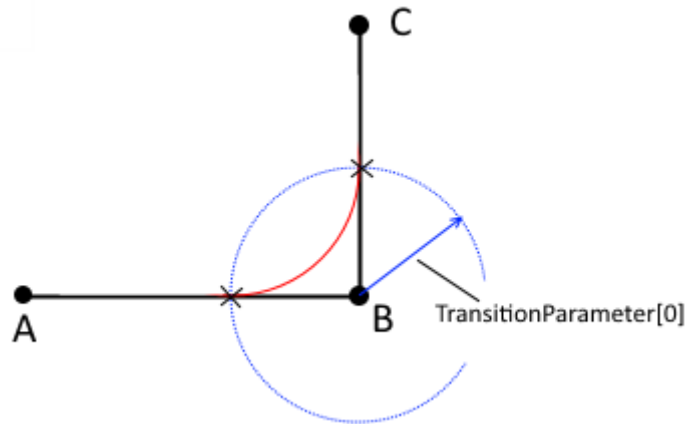

图 7.4 拐角过渡模式
1) 基于位置的拐角规划模式。在这个模式下，TransitionParameter[0]是实际交汇点的半径（过渡前的轨迹终点和过渡后的轨迹起点），如图 7.4 所示。